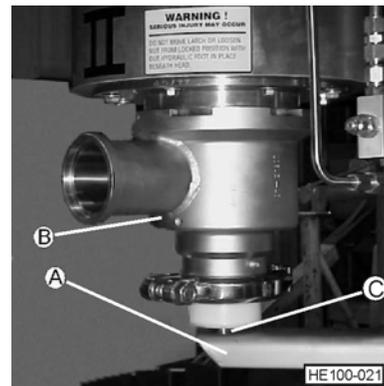

Figura 36- Ubicación del brazo hidráulico para desmontaje
3. Baje el brazo del elevador hidráulico de tal modo que el brazo pueda colocarse bajo la cabeza del extremo impulsor opuesto. (Vea Figura 36, Artículo A).
4. Suba el brazo del elevador hidráulico hasta justo bajo la cabeza del extremo impulsor opuesto (Vea Figura 36, Artículo B) y posicione el pasador de levantamiento (Vea Figura 36, Artículo C) para que quede dentro de la tuerca del eje.